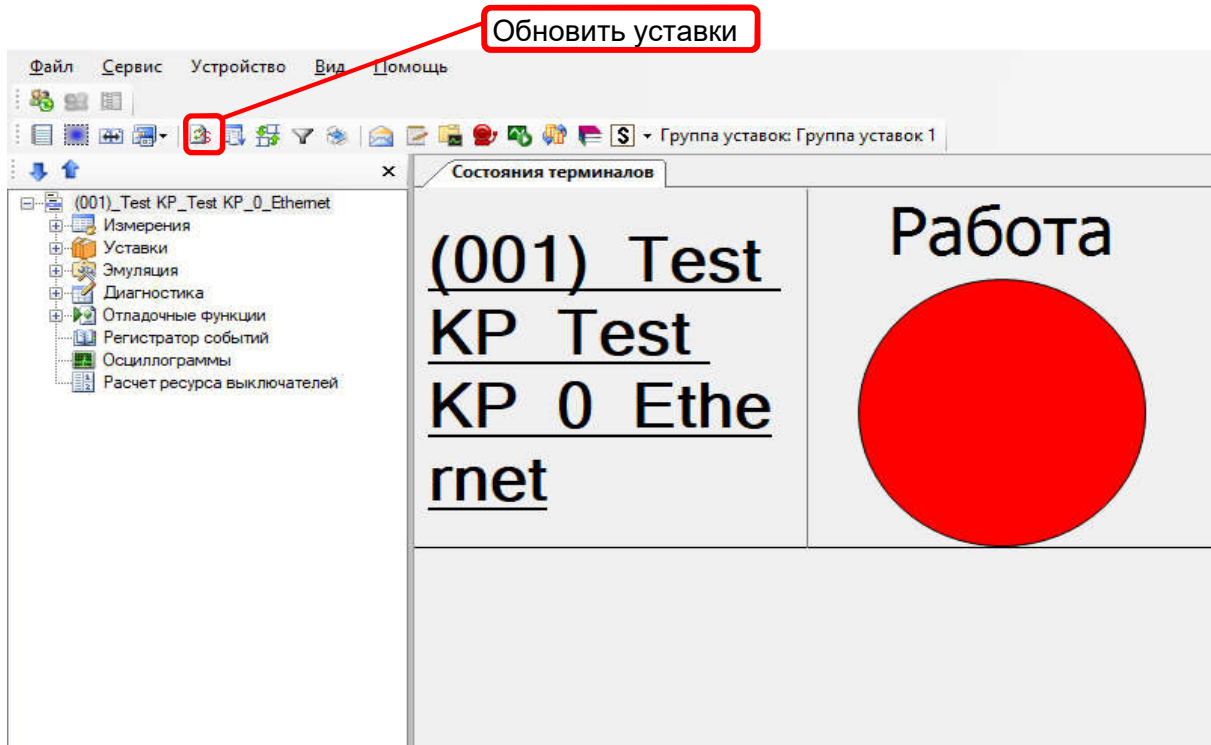

Рисунок 4 – Выбор команды **Обновить уставки**
4.1 На панели инструментов нажать на кнопку **Обновить уставки**  (см. рисунок 4).